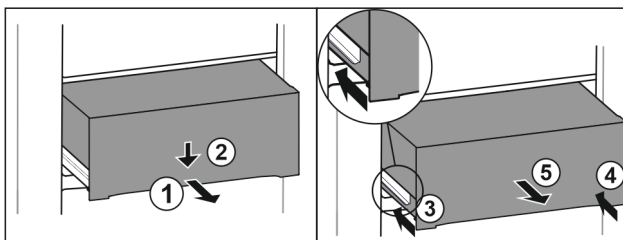

Fig. 184
- Schubfach halb herausziehen. Fig. 184 (1)
- Schubfach an der Vorderseite nach unten drücken. Fig. 184 (2)
- Linke Schiene etwa 2 cm einschieben. Fig. 184 (3)
- Rechte Schiene etwa 2 cm einschieben. Fig. 184 (4)
- Schubfach nach vorne entnehmen. Fig. 184 (5)